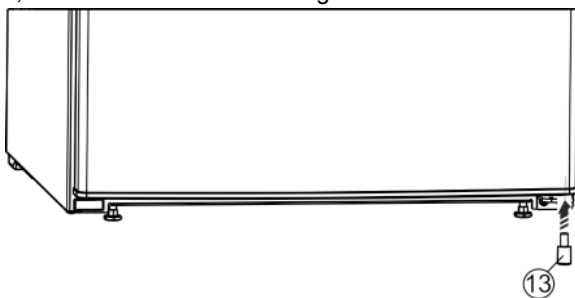

Fig. 11
- ▶ Das Distanzteil Fig. 11 (13) wieder rechts unten in die Tür einsetzen, weil es wichtig für die Standfestigkeit des Geräts ist.